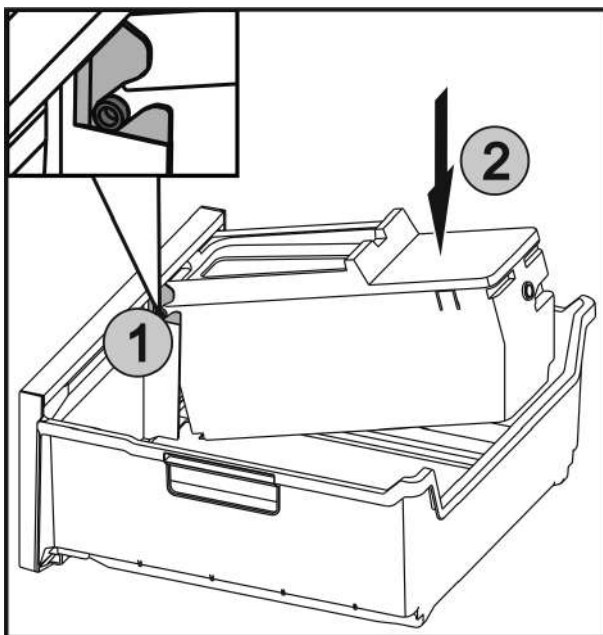

Fig. 43
- ▶ Die Achsen Fig. 43 (1) an EasyTwist-Ice in die Führungen einschieben und die hintere Seite Fig. 43 (2) bis die Lasche einrastet drücken.